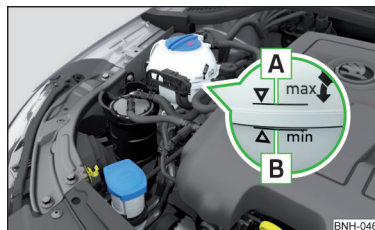

Abb. 121
Die Bezeichnung des Kühlmittels ist auf dem Kühlmittelausgleichsbehälter aufgeführt » Abb. 121 auf Seite 148.
- Das Kühlmittel nicht über die Markierung **A** auffüllen » Abb. 121 auf Seite 148.
**Kühlmittelausgleichsbehälter » Abb. 121**
► Den Kühlmittelstand am Kühlmittelausgleichsbehälter prüfen » Abb. 121.
Bei betriebswarmem Motor kann das Prüfergebnis ungenau ausfallen. Der Stand kann auch über der Markierung **A** » Abb. 121 liegen.